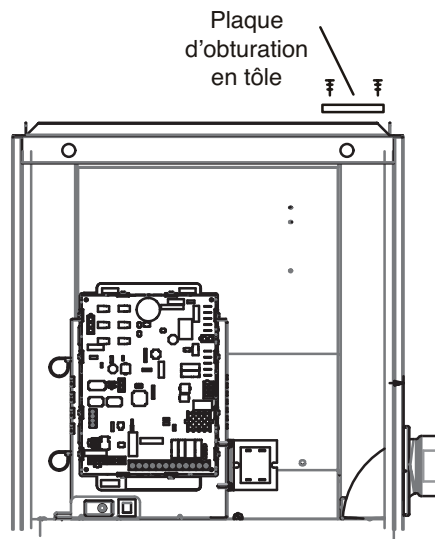

FIGURE 16
- 8 - Réutiliser la plaque de raccordement pour couvrir le trou dans le capuchon supérieur. Voir la FIGURE 16. Retirer les 2 vis qui fixent le capuchon supérieur sur l'appareil sur le côté droit et les réinstaller en fixant le bord droit de la plaque de raccordement et le côté droit du capuchon supérieur sur l'appareil. Utiliser 2 vis à tôle auto-taroud (fournies) pour terminer de fixer du bord gauche de la plaque de raccordement sur le côté gauche.